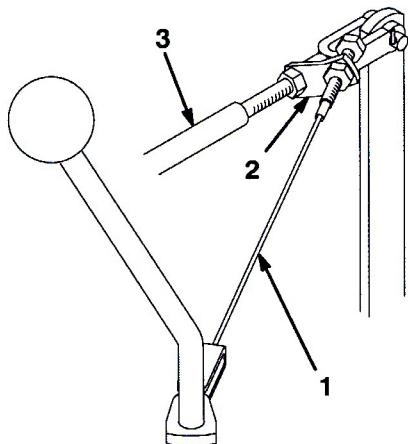

図 51
- ケーブル・アセンブリを芝刈り・昇降コントロール・ロッド・プラケットに固定している前ジャム・ナットをゆるめる。(図51)。
- 芝刈り・昇降コントロール・ロッドを後ろの位置に固定したまま、ケーブルのたるみが完全になくなるまで後ロックナットを締める(図51)。締め過ぎないように注意すること。